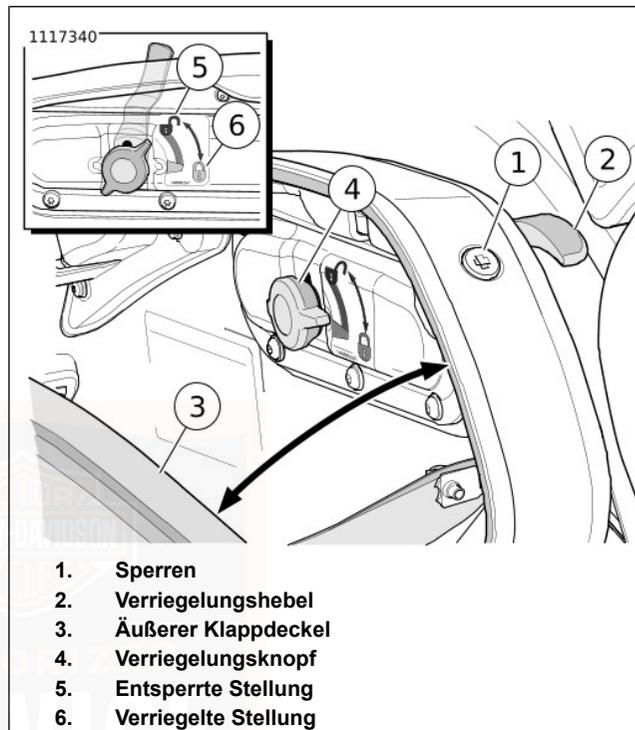
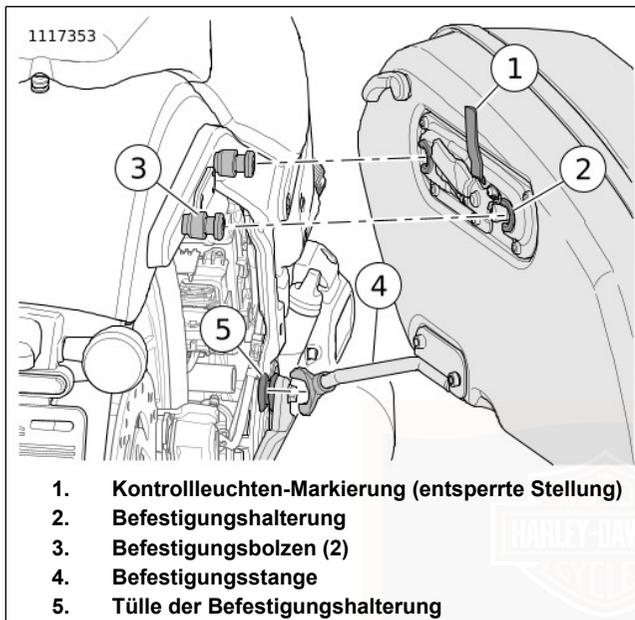
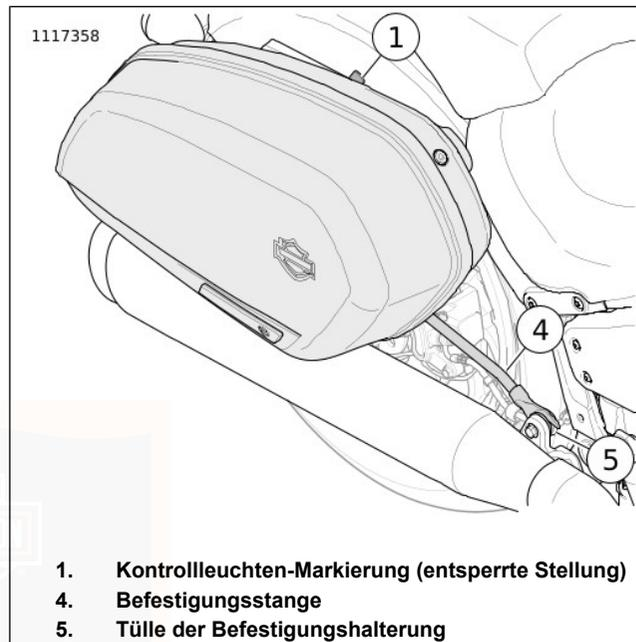

Abbildung 49. Satteltaschen-Verschlussknopf
Abbildung 50. Satteltaschen-Befestigungshalterung
Abbildung 51. Die Befestigungsstange der Satteltasche
1. Siehe Abbildung 49. Satteltasche entriegeln.
- a. Den Schlüssel in das Schloss (1) stecken und um eine Viertelumdrehung gegen den Uhrzeigersinn drehen.
2. Verriegelungshebel (2) anheben.
3. Die Satteltasche durch Ziehen des äußeren Klappdeckels (3) vom inneren Klappdeckel öffnen.
1. Siehe Abbildung 49. Die Satteltasche schließen.
- a. Schließen Sie den Klappdeckel, indem Sie den äußeren Klappdeckel (3) anheben.
- b. Bei zugeklapptem Satteltaschendeckel den Hebel (2) absenken.
- a. Den Schlüssel in das Schloss (1) stecken und um eine Viertelumdrehung im Uhrzeigersinn drehen.
1. Siehe Abbildung 49. Öffnen Sie den äußeren Klappdeckel (3) der Satteltasche.
2. Den Verriegelungsstift (4) nach außen ziehen und in die entriegelte Stellung (5) drehen.
3. Den äußeren Klappdeckel der Satteltasche schließen und den Hebel (2) absenken.
4. Siehe Abbildung 51. Die Satteltasche nach hinten drücken, um die Befestigungsstange der Satteltasche (4) aus der Tülle der Befestigungshalterung (5) zu lösen.
3. Siehe Abbildung 50 und Abbildung 51. Die Satteltaschen-Befestigungshalterung (2) auf die Befestigungsbolzen (3) setzen und dabei die Satteltaschen- Befestigungsstange (4) an der Tülle der Befestigungshalterung (5). Die Satteltasche komplett nach vorne schieben.